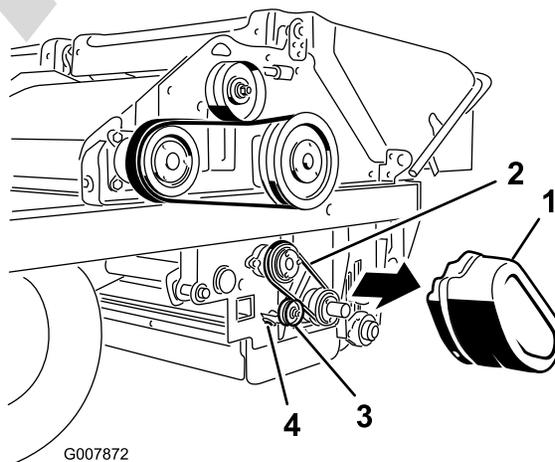

Рисунок 62
1. Снимите кожух ремня (Рисунок 62).
2. Ослабьте гайку на натяжном шкиве (Рисунок 62).
3. Вдавите натяжной шкив в ремень и затяните гайку на натяжном шкиве Рисунок 62).